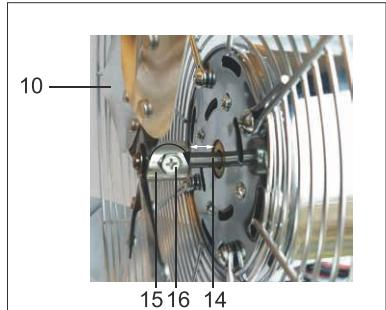

Fig.73: Montaż wirnika
15. Odkręcić śrubę z łbem krzyżakowym (16) elementu dystansowego (15) wirnika (10) w kierunku przeciwnym do ruchu wskazówek zegara tak, aby uzyskać otwór przelotowy.
16. Nasunąć wirnik (9) z elementem dystansowym skierowanym do przodu na oś silnika (14).
- Wirnik z elementem dystansowym nie może znajdować się bezpośrednio na zespole silnika. Patrz rys. 73.*